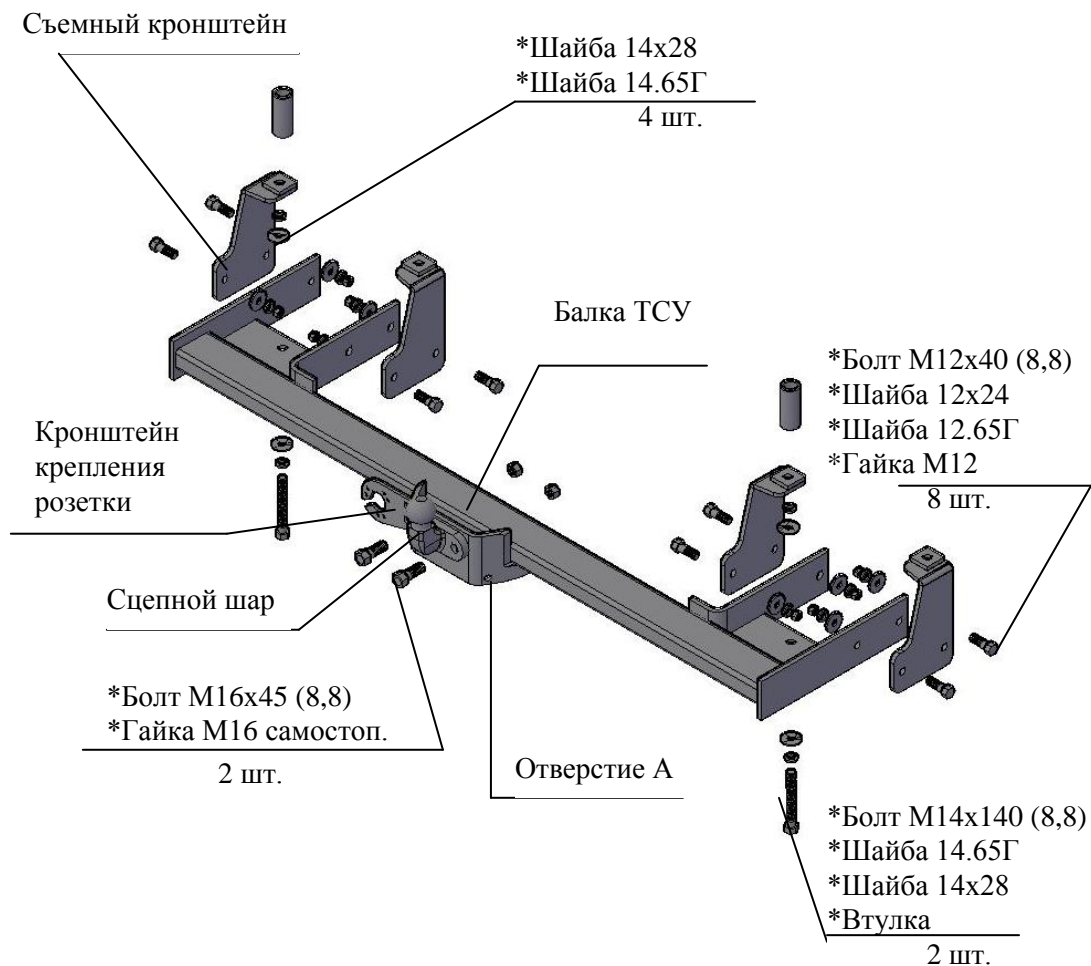

Рис.1 Тягово-сцепное устройство ТСУ 9610
2.1 ТСУ 9610 в сборе (рис.1)	1 шт.
2.2 Пакет с комплектующими (см. рис.1) Защитный колпак	1 шт.